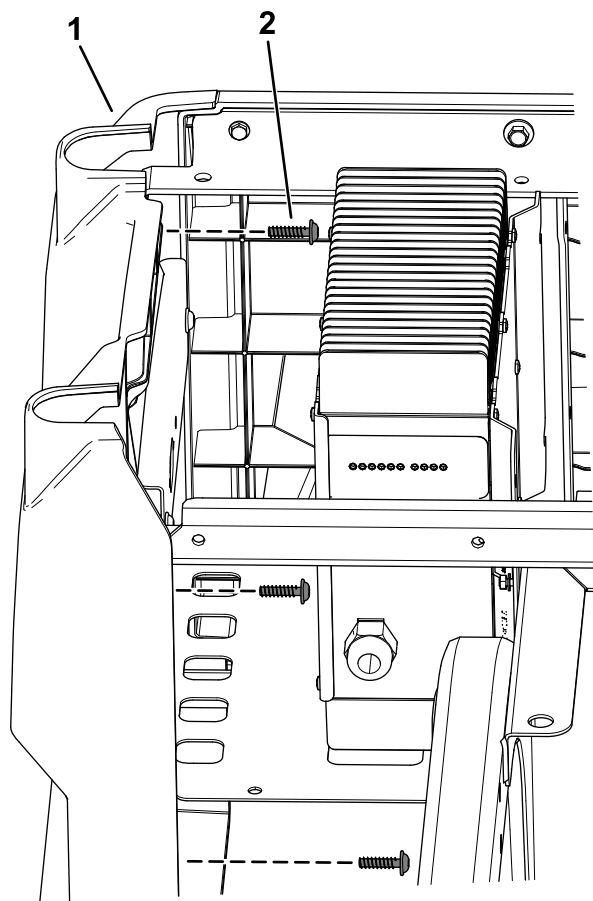

図 7
3. T30 ソケットレンチを使って、左側パネルから Torx ヘッドねじ M6.0 x 22mm 4本を外してパネルを外す 図 7。